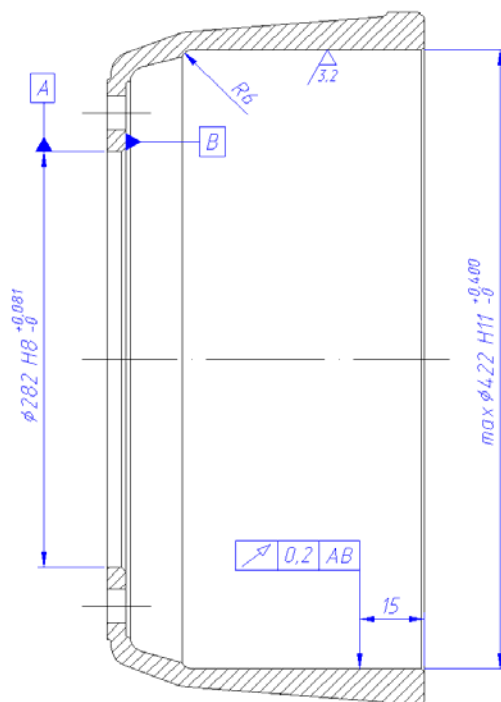

Рис. 5. Размеры для обрабатывания барабана на токарном станке
Если нужно обрабатывание внутреннего диаметра тормозных барабанов на токарном станке (поверхность трения тормозных накладок), изготовитель позволяет следующие допустимые размеры и условия обрабатывания (рис. 5):
2. Проверить исправность рабочих поверхностей ведущих полуосей, шарнира и крестовин. В вилку внутреннего ведущего вала запрессовать на глубину примерно половины гнезда собранный подшипник. Крестовину одним шипом продеть в свободном отверстии в вилку вала и противолежащий шип вложить в предварительно частично запрессованный подшипник. Подшипник затем напрессовать на полную глубину вплоть до канавки под стопорными кольцами и фиксировать стопорными кольцами (6).
3. Запрессовать противолежащий подшипник. При сборке нужно выдержать осевой люфт каждого шипа в пределах  $0,05 - 0,2$  мм. Этот зазор обеспечивается путем выбора подшипников кардана (класс В или С) и применением приспособленных стопорных колец (6), которые ставятся в диапазоне толщины с  $1,6$  до  $1,9$  мм, через  $0,1$  мм так, чтобы разная толщины противолежащих колец не превышала  $0,1$  мм. После фиксации шипа стопорными кольцами проверяется как осевой люфт, так и подвижность шипа.
Внимание! При сборке крестовин нужно у шипа со смазочным отверстием вставить подшипник кардана с установленной пресс-масленкой (13) (рис. 5).